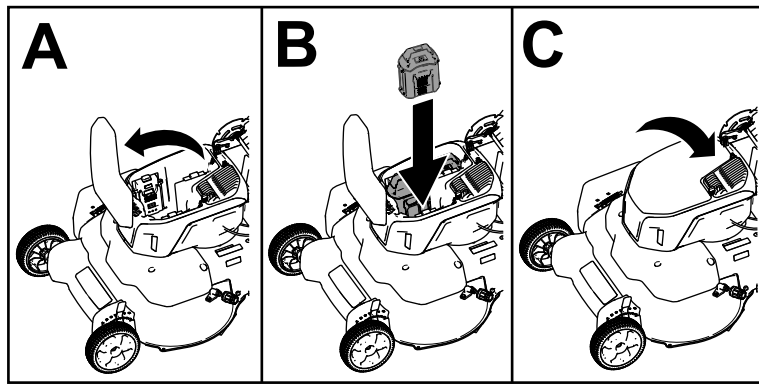

Figure 10
2. Soulevez le couvercle du compartiment de la batterie (A de la Figure 10).
3. Alignez le creux dans la batterie et la languette sur la machine, et glissez la batterie dans le compartiment jusqu'à ce qu'elle s'enclenche en position (B de la Figure 10).
4. Refermez le couvercle du compartiment de la batterie (C de la Figure 10).